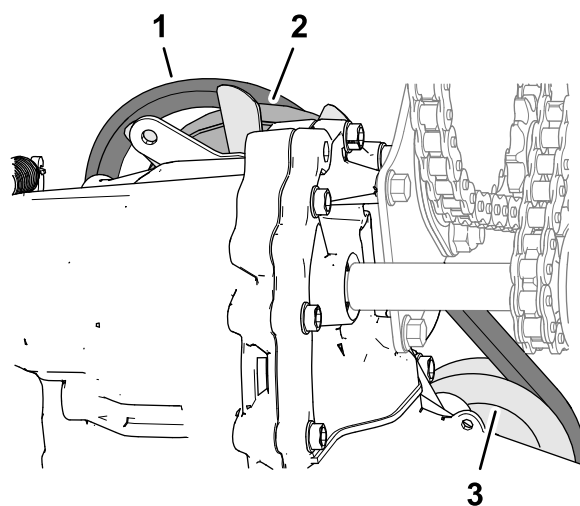

**Рисунок 63**
5. Установите, не затягивая, опорный кронштейн трансмиссии и кронштейн подшипника на машину (Рисунок 63) с помощью 3 каретных болтов (5/16 x 3/4 дюйма) и 3 фланцевых контргаек (5/16 дюйма).